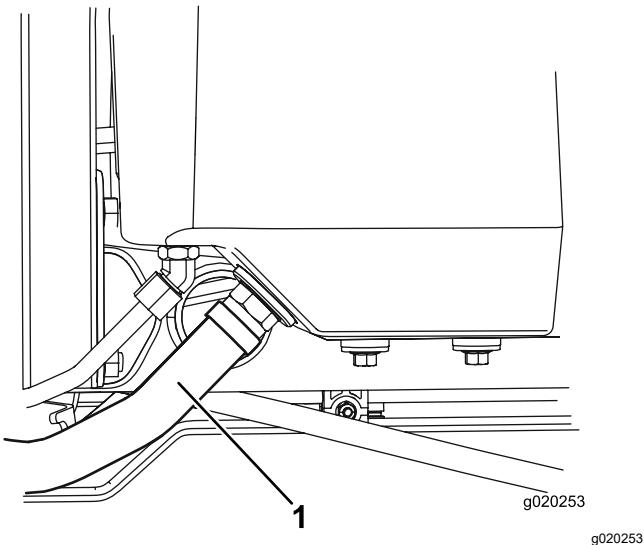

Рисунок 92
- Отсоедините большой гидравлический шланг (Рисунок 92) от бака и дайте гидравлической жидкости стечь в сливной поддон.